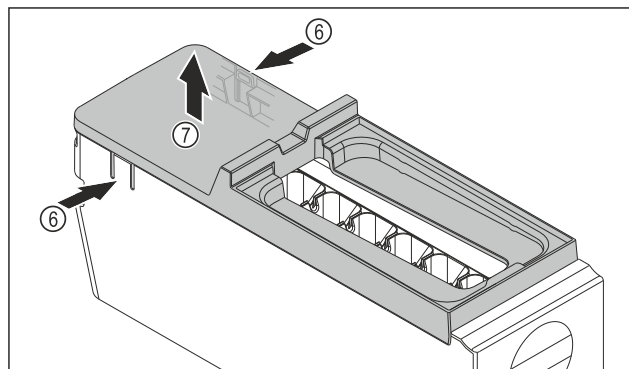

Fig. 79
- ▶ Vyjmutí krytu korpusu EasyTwist-Ice: Lamely Fig. 79 (6) na obou stranách korpusu EasyTwist-Ice stlačte jednou rukou.
- Kryt Fig. 79 (7) vyjměte druhou rukou nahoru.